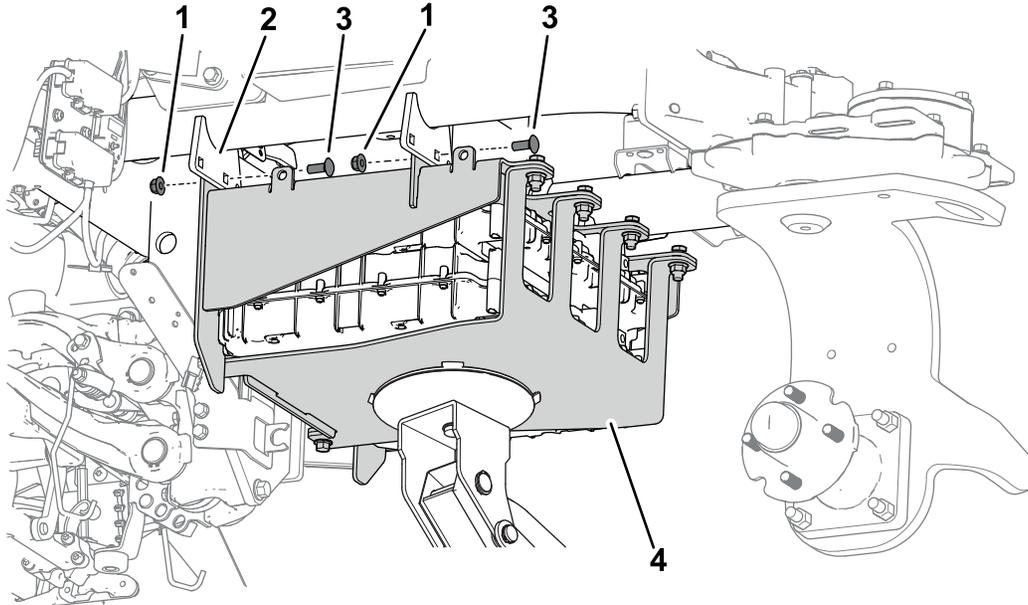

Bild 22
- B. Verwenden Sie 4 Schlossschrauben ($\frac{3}{8} \times 1''$) und 4 Bundmuttern ($\frac{3}{8}''$), um die Akkueinheit am Maschinenrahmen zu befestigen (Bild 22).